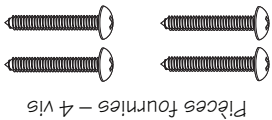

Figure 11
5. Fixer le tiroir à l'aide des 4 vis fournies. Voir la Figure 11.